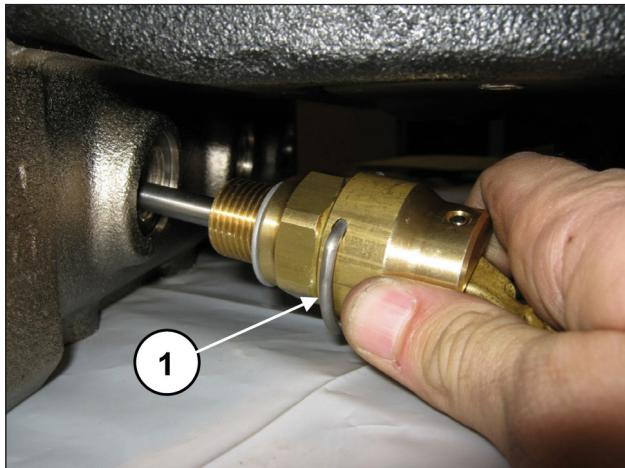
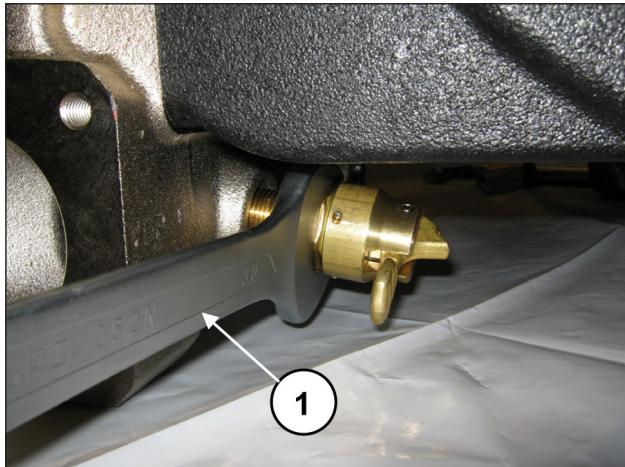

图 150
图 151
安装阀门打开装置(位置①, 图 150)并通过30毫米扳手(位置①, 图 151)拧紧。